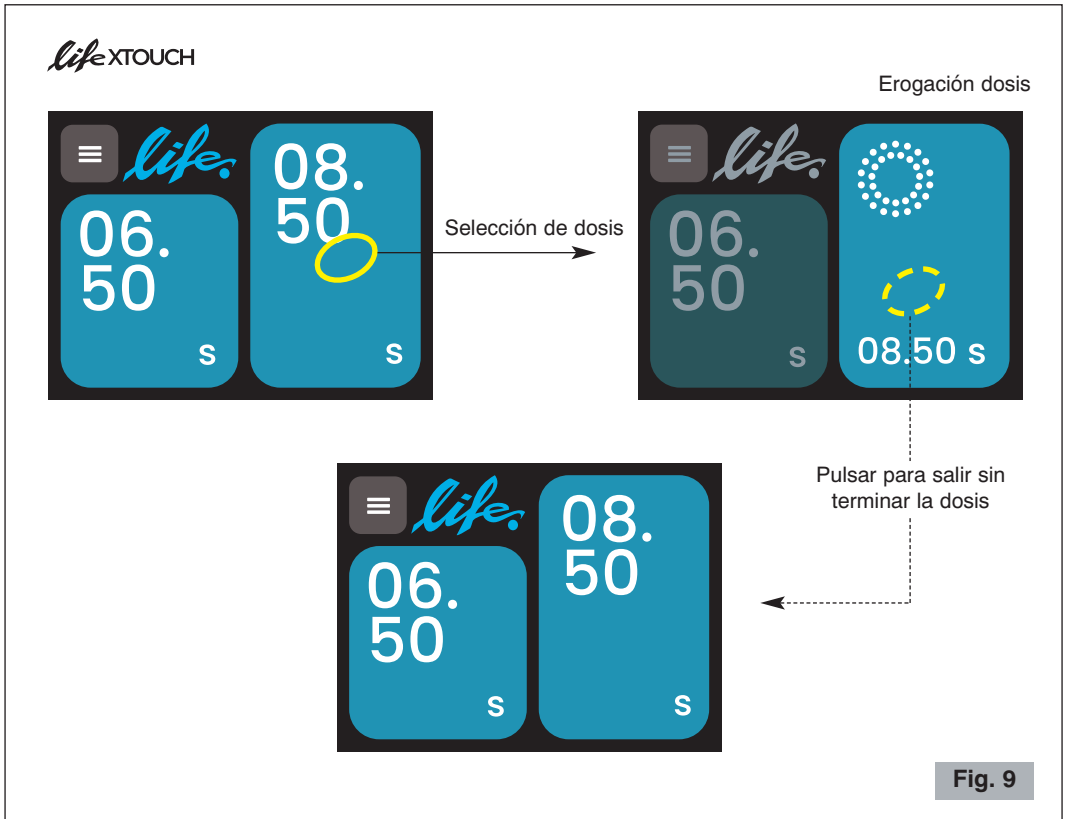

Fig. 7
- 2 Colocar el interruptor ON-OFF en la posición "I" (10 Fig. 2). La pantalla del panel de control se ilumina (5 Fig. 1) (véase Fig. 7).